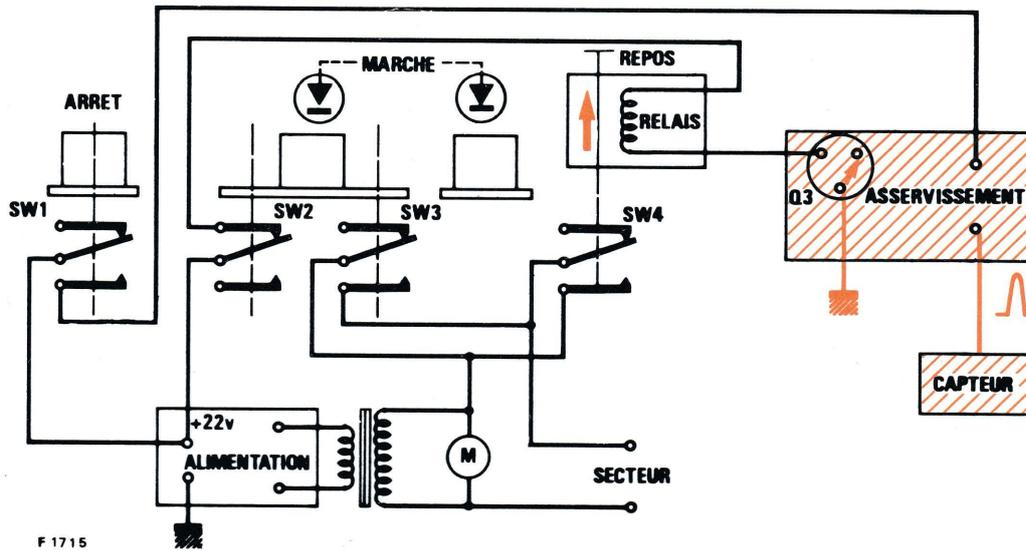

Fig. 6
2° - Fonctionnement de l'arrêt automatique (Fig. 2 - Fig. 6)
- A la fin du disque, quand la pointe de lecture s'engage dans les derniers sillons, le flux de l'aimant (12) solidaire de l'axe (11) du bras de lecture détermine une différence de potentiel aux bornes de l'élément à effet Hall (13).
- Cette tension est transmise au circuit d'asservissement suivant le schéma de la Fig. 6.
- Le circuit d'excitation de l'électro-aimant (2) est coupé.
- Le ressort (7) rappelle le levier (9).
- L'interrupteur (10) SW 4 coupe le circuit d'alimentation du moteur.
- Le levier (9) appuie sur l'équerre (1) solidaire du lève-bras.